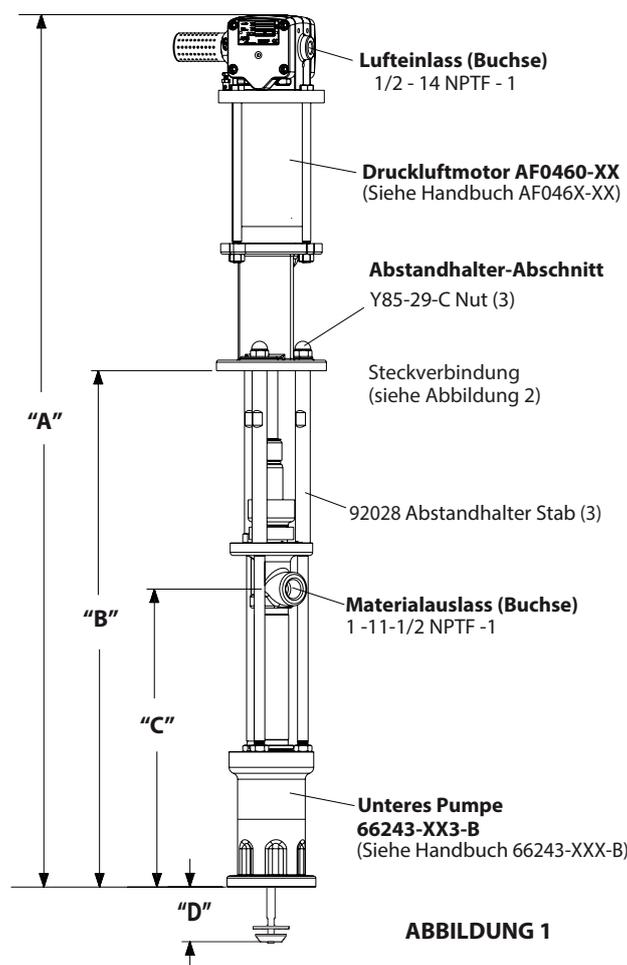

ABBILDUNG 1
- Die drei (Y85-29-C) Muttern an den drei Abstandshalterstangen entfernen (siehe Abbildung 1).